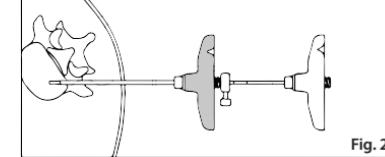

Fig. 2
- FIG. 2** Introduza o Enchimento (A) na Cânula de Corte posicionada (Introdutor Transpedicular Preston) até o medidor de profundidade no Enchimento (A) entrar em contacto com a extremidade do luer do Enchimento (A).